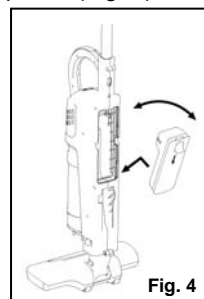

Fig. 4
5. Tenez la pile et insérez la partie inférieure en premier dans l'ouverture qui se trouve à l'arrière de l'appareil. Ensuite, tournez-la en place en vous assurant que vous entendez le clic une fois en place. (Fig. 4)